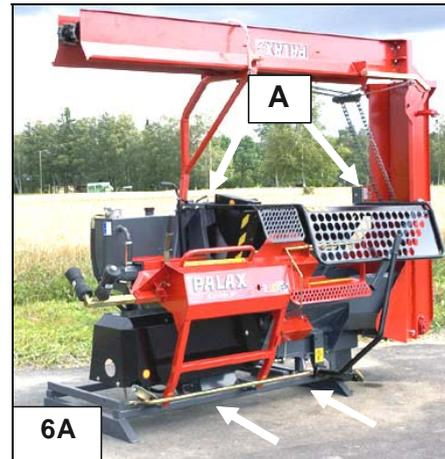

Abb. 6A. Hebepunkte der Maschine
## 2.8 Heben und Transportieren der Maschine, Abb. 6A und 6B
- Die Maschine darf auch an den Hebeösen A im oberen Maschinenteil hochgezogen werden. Abb. 6A.